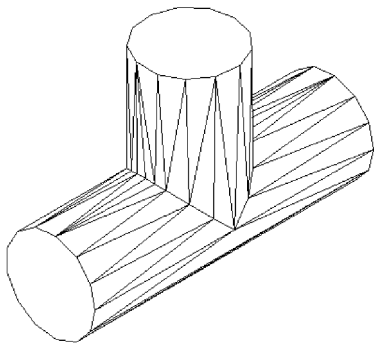

图 12-35 合并两个圆柱体
2) 单击【视图】功能区 | 【视觉样式】选项板 | 【隐藏】按钮 ，隐藏看不到的线段，如图 12-35 所示。